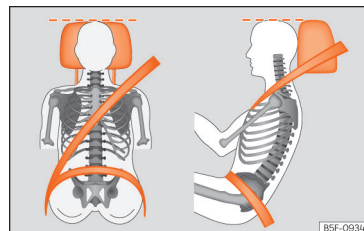

Рис. 21 Правильне положення ременя безпеки й підголовника.
жодному разі не має бути нижче рівня очей. Тримайте потилицю якнайближче до підголовника »» **рис. 21.**
- Відрегулюйте поздовжнє положення сидіння так, щоб ви могли повністю натискати педалі трохи зігнутими в колінах ногами. Водночас відстань між колінами й передньою панеллю повинна бути щонайменше 10 см »» **рис. 21.**